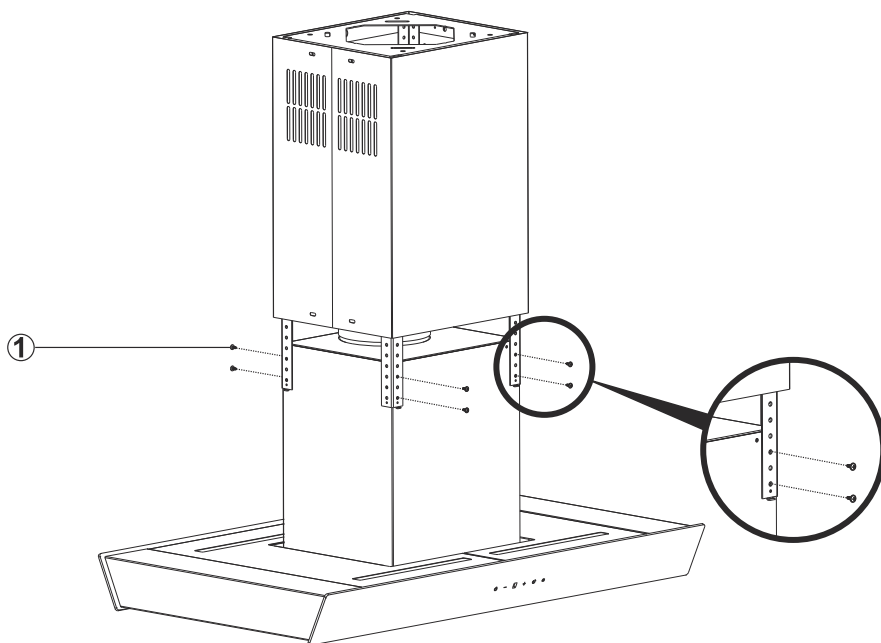

Fig. 10
1. Skru motorkabinettet fast på stængerne med 3,5 x 9,5 skruer (Fig. 10).